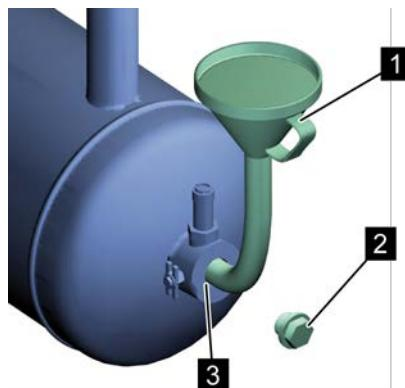

Рис. 36: Заливной штуцер
6. При помощи воронки (Рис. 36/1) залейте охлаждающую жидкость до заливной кромки заливного штуцера (Рис. 36/3).
8. Вставьте резьбовую пробку наливного отверстия (Рис. 36/2) и затяните ее Приложение В «Моменты затяжки винтов» на странице 126.